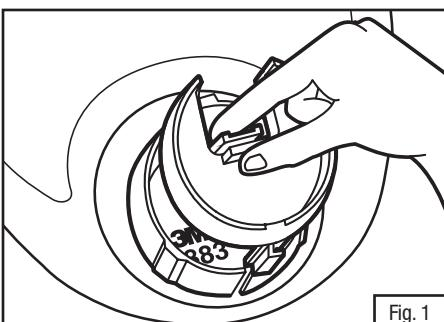

Fig. 1
- Presser la languette de verrouillage située à l'arrière du déflecteur d'air 6881 3M, puis tirer pour le dégager de la base de l'orifice DIN 6883 (Fig. 1).
- Aligner la tige au bas du déflecteur d'air 6881 avec la fente au bas de la base de l'orifice DIN 6883 (Fig. 1). Faire glisser la tige vers l'avant et appuyer sur le bouton central, jusqu'à ce que la languette de verrouillage s'enclenche en place.
- Pour l'ensemble adaptateur pour orifice DIN 6884 et l'ensemble adaptateur pour respirateurs à admission d'air par pression 6874 uniquement : Presser la languette de verrouillage située à l'arrière du déflecteur d'air 6881 3M, puis tirer pour le dégager de la base de l'orifice DIN 6883 (Fig. 1).